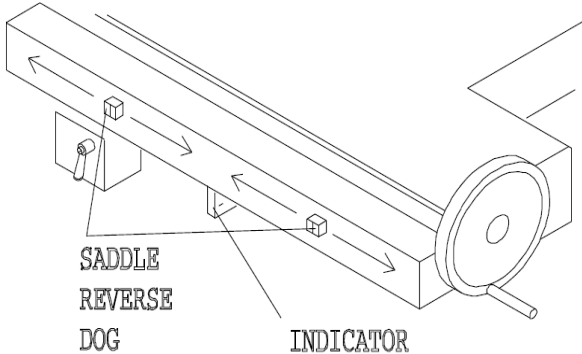

Рис. 6.8b
2.b. Необходимое поперечное перемещение стола регулируется двумя переставляемыми упорами (DOG) (Рис.6.8b).